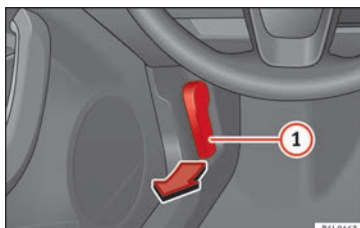

Bild 5 Lossa spaken vid förarens fotutrymme
- Öppna motorhuv: Dra i spaken under instrumentbrädan » **bild 5** (1).